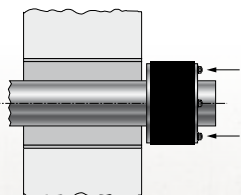
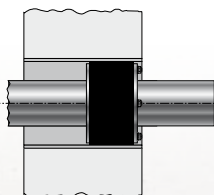

Bild 3
Bild 4
2. **KRASO®** Dichteinsatz über das durchzuführende Rohr oder Kabel schieben (Bild 3) und bündig in die Kernbohrung oder das **KRASO®** Futterrohr Typ FE von außen schieben, sodass man die Sechskantmuttern sehen kann (Bild 4).